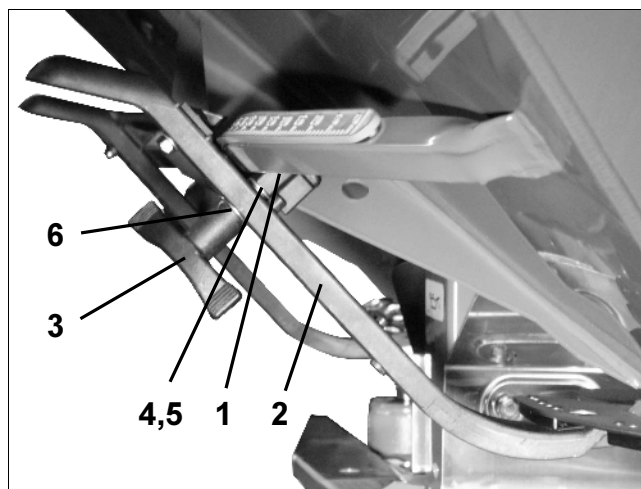

Рис. 105
- Зажимное устройство (Рис. 105/1) для переводного рычага (Рис. 105/2) настраивается следующим образом:
- Открутить барашковую гайку (Рис. 105/3).
- Извлеките болт и поменяйте положения обеих подкладных шайб (Рис. 105/4) сзади (Рис. 105/5) наперед (Рис. 105/6).